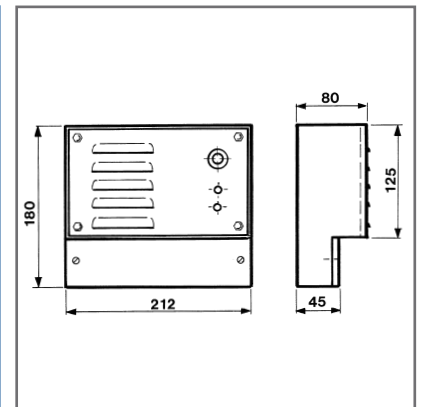

Fig. 15-2
- 24 V DC/0,8 A, see Fig. 15-2